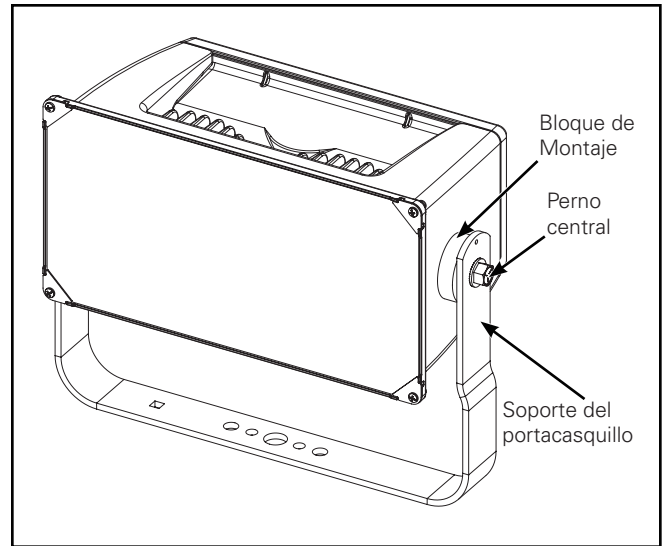

Figura 3.
Montaje en horquilla (Figura 3.)
2. Afloje, pero no quite los (2) pernos centrales. (Figura 3.)